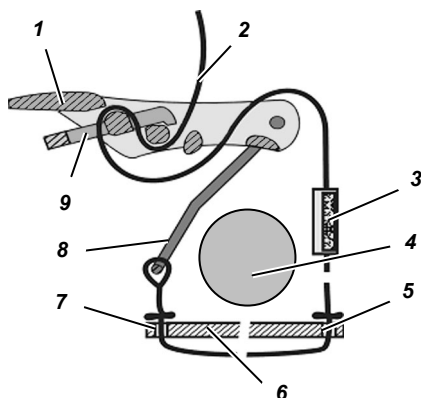

Bild 33 Langes Flaschenhalteband
- (1) Das Flaschenhalteband (→ Bild 33) erst durch den Schlitz in der Trageplatte (auf der rechten Seite des Gerätträgers), dann durch den linken Schlitz in der Trageplatte und anschließend durch den Flaschenbügel fädeln, dabei den Flaschenbügel senkrecht stellen.
- (2) Die Klettbandlasche auf das Flaschenhalteband mit der Flauschbandseite nach außen aufschieben.